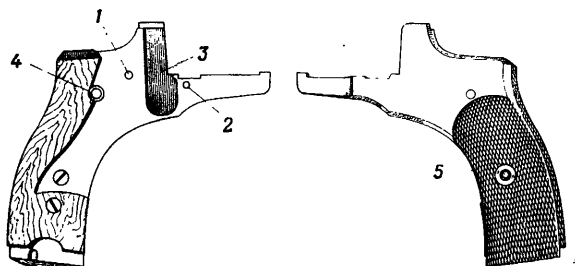

Рис. 9. Боковая крышка:
**11. Боковая крышка** (рис. 9) закрывает рамку с левой стороны. Она прикреплена к рамке соединительным винтом.